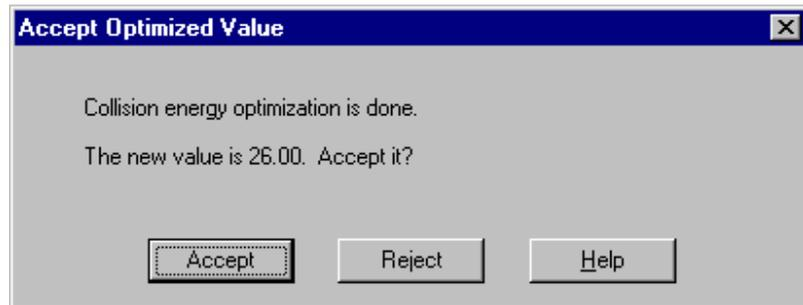

图5-6接受优化数值对话框
4. 优化完碰撞能量后就会弹出Accept Optimized Value对话框。看图 5-6.